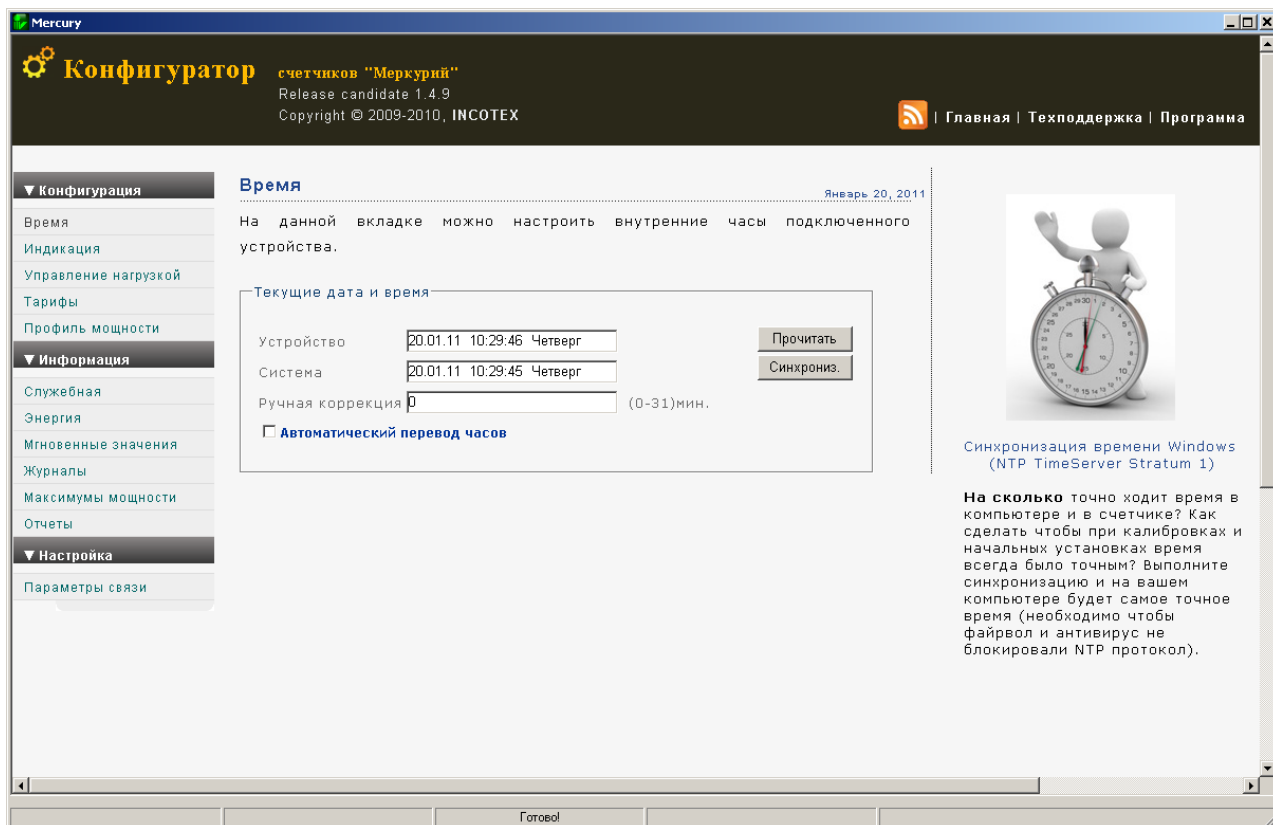
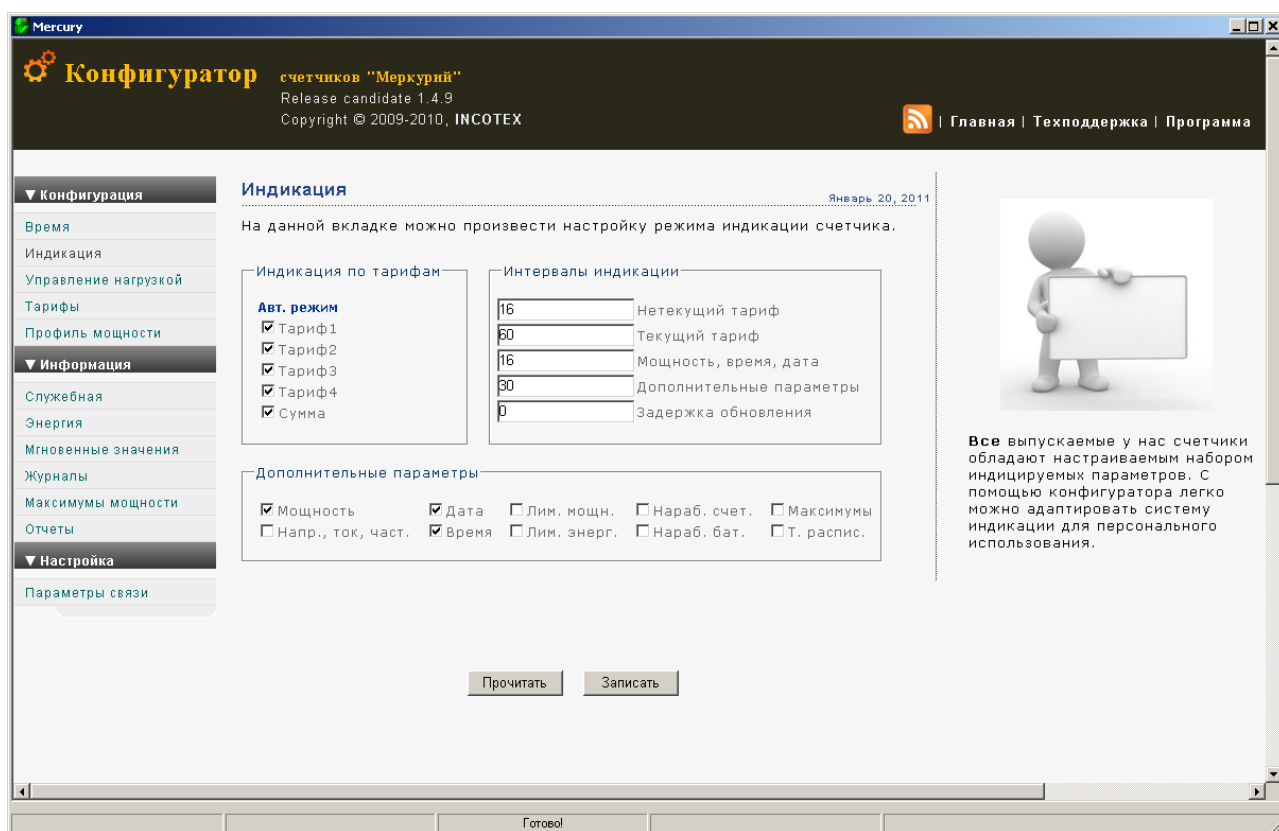
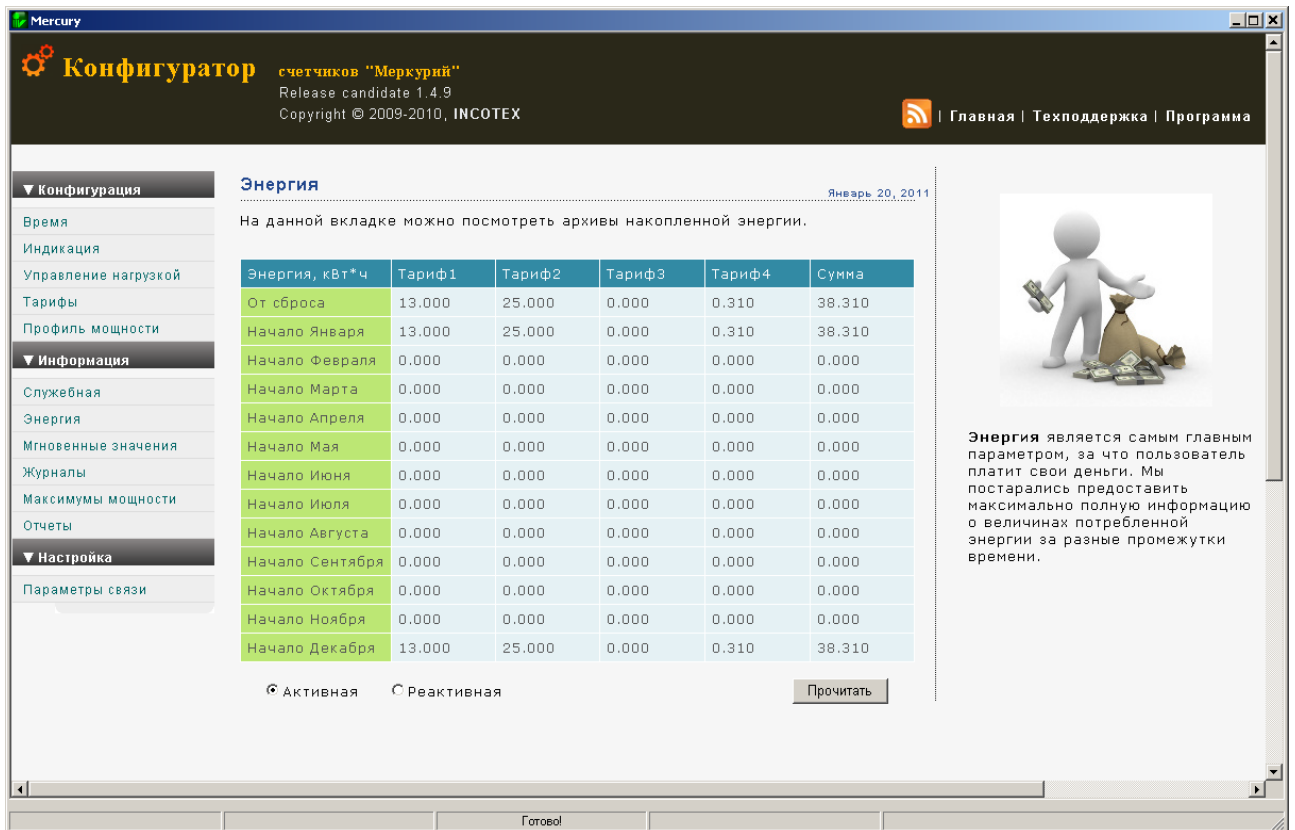

Рисунок 22
Рисунок 23
Рисунок 24
5.2.3 Далее используя вкладки «**Время**» (рисунок 22), «**Индикация**» (рисунок 23), «**Энергия**» (рисунок 24), «**Тарифы**» и т.д. и кнопки «**Прочитать**», «**Записать**» можно программировать и считывать другую информацию.